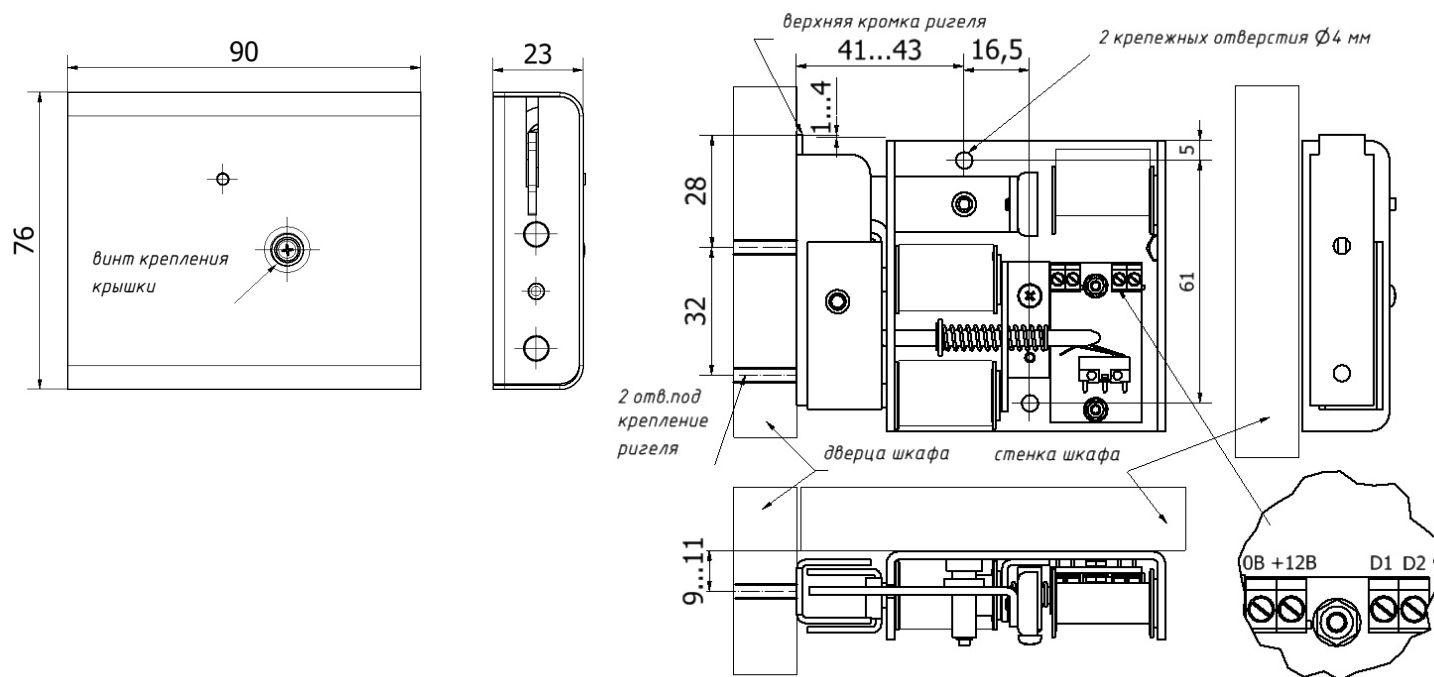

Рис.2. Установочные и габаритные размеры замка с ригелем
Клеммы подключения напряжения питания и выходные контакты датчика положения двери находятся на плате управления замка. Для доступа к клеммам необходимо открутить винт крепления крышки замка (см. рис.2) и снять крышку. Наименование клемм:
- Пользуясь верхней кромкой ригеля и внутренней поверхностью дверцы как нулевыми отметками установить замок (см. рис.2). **Не закрывайте дверь!**